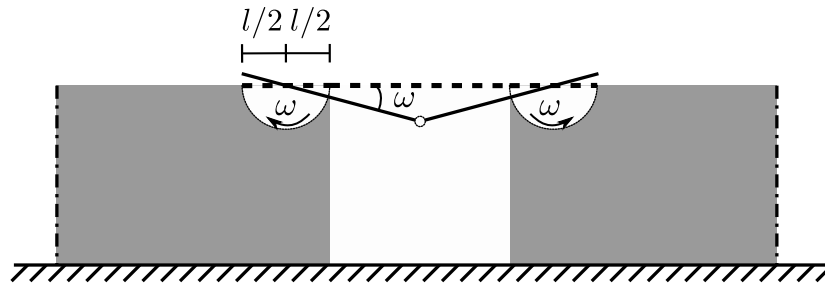

Figure 3 – Mécanisme mettant en jeu des blocs en rotation à une vitesse  $\omega$  et de rayon  $l/2$
- Calculer un majorant de la charge limite en considérant le mécanisme représenté Figure 3. Effectuer l'application numérique afin de déterminer le meilleur majorant pour le cas  $l = 0.5$  m et  $l = 1$  m. Commenter.